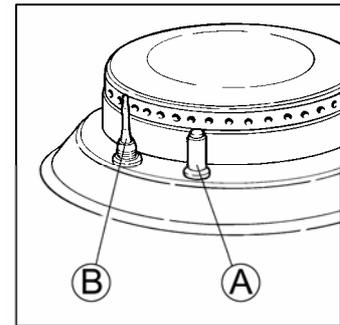

Abb. 7
- **Elektrisches Anzünden mit Sicherheitsvorrichtung** - Das Kochfeld ist mit einer elektrischen Brenner-Zündung durch eine Glühkerze "A" (Abb. 7) ausgestattet. Die Glühkerze tritt in Funktion, wenn man den auf dem Bedienungsfeld vorhandenen Druckknopf drückt, dieser ist versehen mit dem Symbol ✨ (Funke). Zum Anzünden des Brenners den Druckknopf des elektrischen Zünders drücken und gleichzeitig den Drehkopf des jeweiligen Brenners gedrückt halten und gegen den Uhrzeigersinn auf das Symbol 🔥 ✨ (große Flamme/Zündfunken) drehen. Nach dem Erscheinen der Flamme den Druckknopf des elektr. Zünders loslassen und